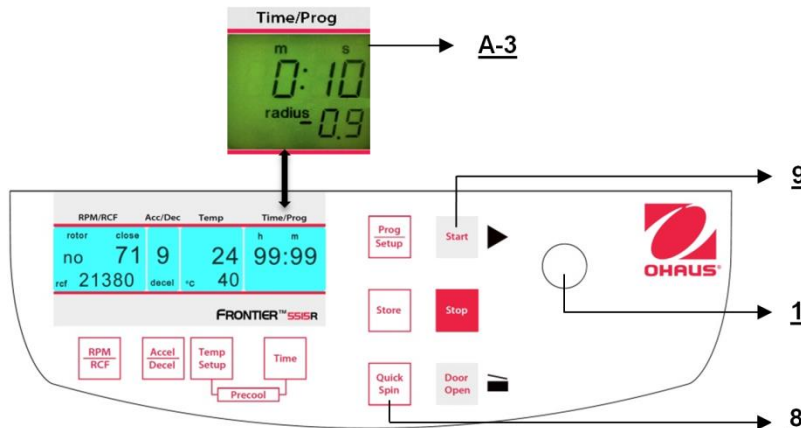

Figure. 26
La centrifugeuse peut être démarrée avec la touche **"Start"** (9) (voir la figure 26) ou avec la touche **"Quick Spin"** (8). Avec la touche **"Start"** (9), l'utilisateur peut démarrer des centrifugations mémorisées ou exécuter une centrifugation avec des paramètres présélectionnés manuellement. Lorsque les durées de fonctionnement présélectionnées sont terminées, la centrifugeuse s'arrêtera automatiquement.